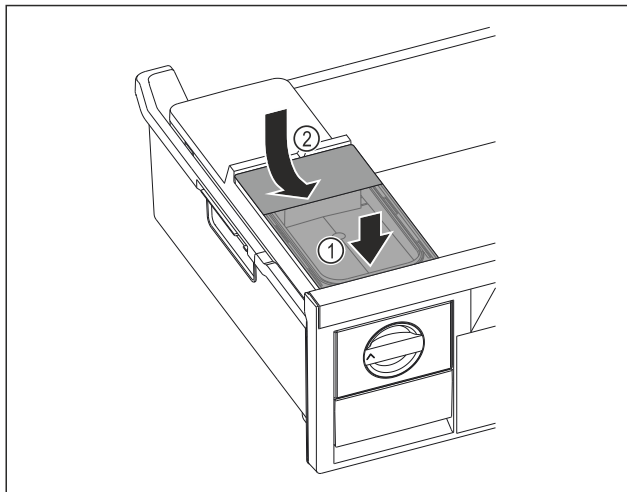

Fig. 99
- Futni depozitën e ujit në pjesën përpara. Fig. 99 (1)
- Ulni poshtë depozitën e ujit në pjesën e pasme. Fig. 99 (2)